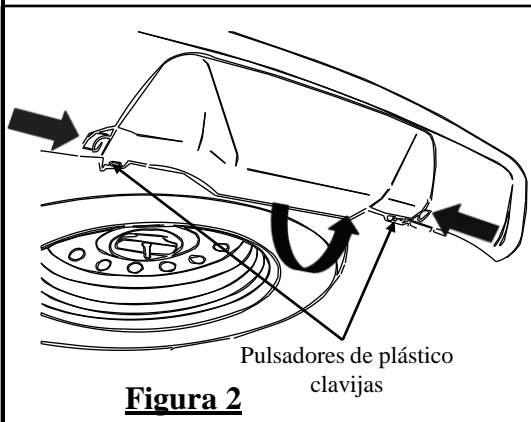

Figura 2
①	Cant. (4)	Perno, M12 x 1.75 x 120 CL8.8	④	Cant. (4)	Perno, M10 x 30 CL10.9
②	Cant. (8)	Arandela cónica, 1/2"	⑤	Cant. (4)	Arandela cónica, 7/16"
③	Cant. (4)	Tuerca, M12 X 1.75 CL10
2. Retire la puerta de acceso en la fascia trasera removiendo los dos pines de inserción de plástico con un destornillador Phillips # 2 y presionando las dos pestañas exteriores hacia el interior. (Figura 2).